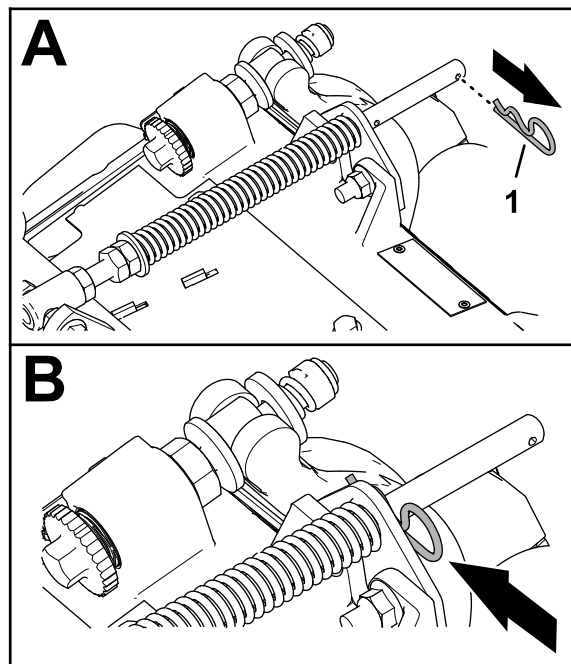

Figura 16
1. Si la chaveta está instalada en el orificio trasero de la varilla de compensación del muelle, retire la chaveta e introdúzcala en el orificio situado junto al soporte (Figura 16).